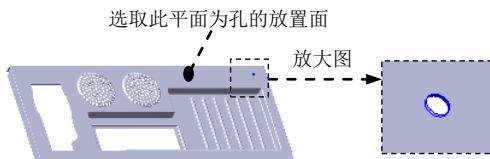
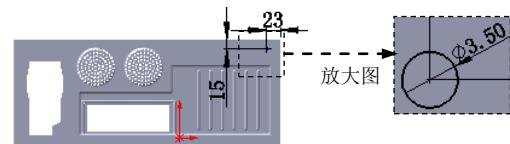

图 17.7.74 创建孔 2
图 17.7.75 横断面草图
Step15. 创建图17.7.74所示的零件特征——孔2。
(1) 选择下拉菜单**插入(I)** → **特征(F)** → **孔(H)** →  **简单直孔(S)...**命令(或单击“特征”工具栏中的按钮)。
(2) 定义孔的放置面。选取图17.7.74所示的模型表面为孔的放置面。
(3) 定义孔的参数。
① 定义孔的深度。在“孔”对话框**方向1**区域的下拉列表中选择**完全贯穿**选项。
② 定义孔的直径。在 **方向 1** 区域的 文本框中输入数值 3.5。
(4) 单击 按钮, 完成孔 2 的创建。
(5) 编辑孔的定位。在设计树中右击 孔 2, 从系统弹出的快捷菜单中单击 命令, 进入草图环境。绘制图 17.7.75 所示的横断面草图。单击 按钮, 退出草图环境。